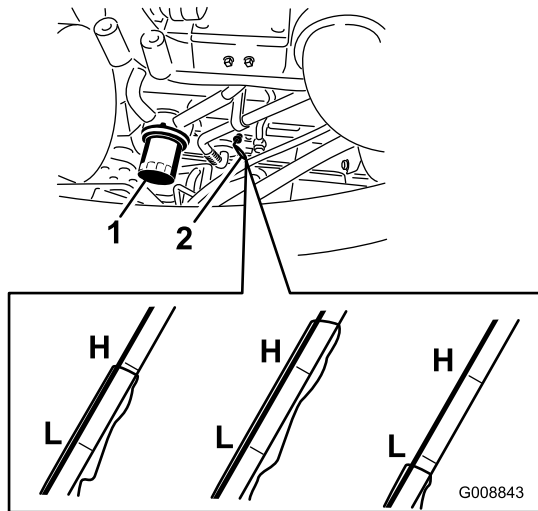

Figure 59
2. Sortez la jauge, essuyez-la sur un chiffon propre, remplacez-la dans le goulot de remplissage, puis ressortez-la (Figure 59).
3. Déposez le filtre à huile (Figure 59).